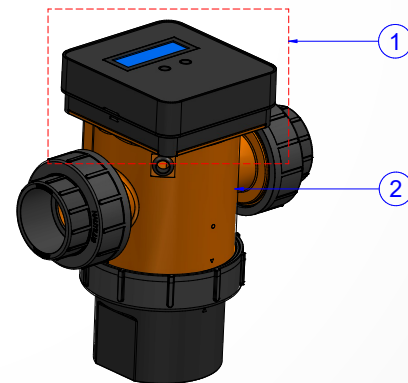

Figura 3
1. Painel de Controle: Constituído de um microcontrolador e tela LCD (**Item 1- Figura 3**).
2. Célula Eletrolítica: É a parte principal do equipamento (**Item 2-Figura 3**), que será instalada na linha de retorno do sistema de filtração, diretamente no retorno do filtro ou em um sistema "by-pass", dependendo da vazão do sistema de filtração. A célula é responsável por transformar o sal contido na água da piscina em cloro, mantendo a água sempre saudável e livre de bactérias, vírus e outros microrganismos.